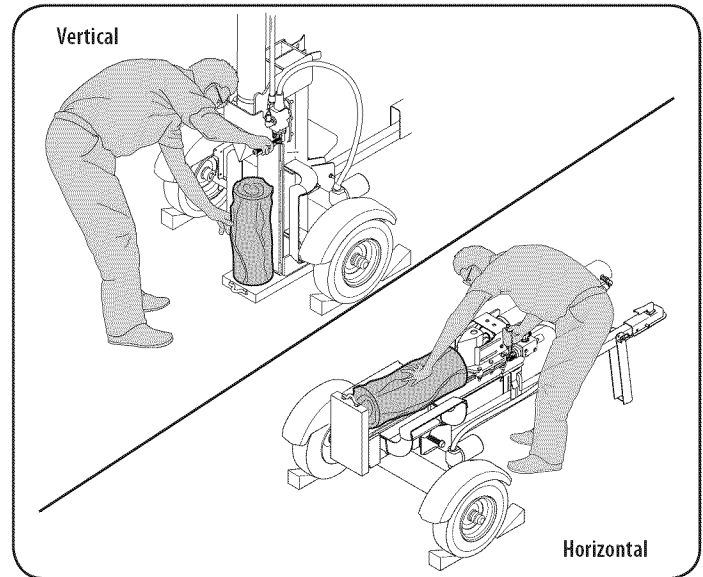

Figura 14
2. Trabe las dos ruedas por delante y por detrás. Vea la Figura 14.
3. Párese delante de la unidad para operar la manija de control y estabilizar la madera. Vea la Figura 14.
2. Párese detrás del tanque de depósito para operar la manija de control y estabilizar la madera. Vea la Figura 14.